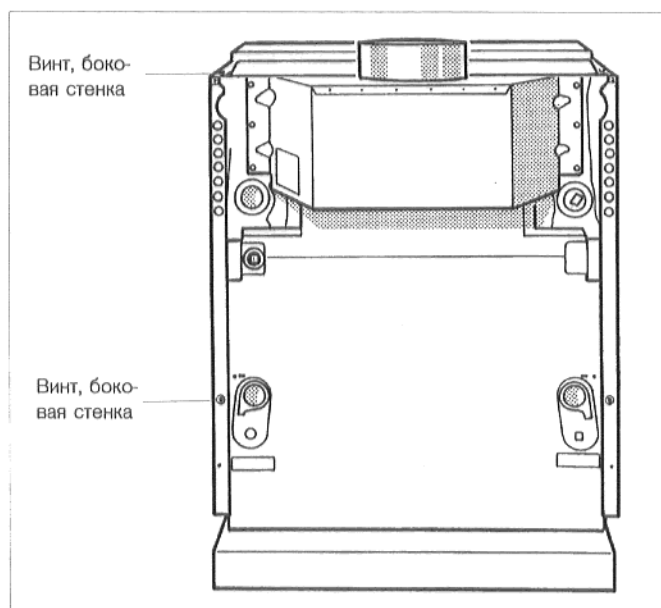

Рис. 6. Обратная сторона котла
- Закрепить боковую стенку, при помощи винта для листового металла, у поперечины на верхней стороне котла (рис. 6).
- Закрепить боковую стенку, при помощи винта для листового металла в гайке с защелкой, к обратной стороне котла (рис. 6).